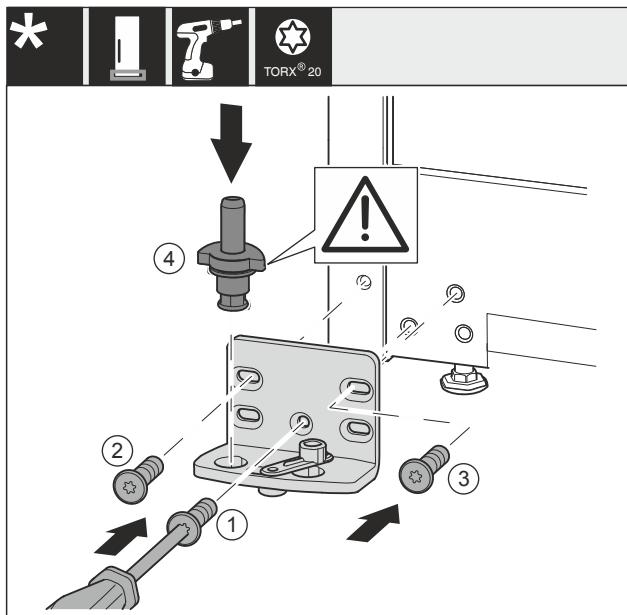

Fig. 37\*
- ▶ Coloque el soporte del cojinete en el otro lado y atorníllelo con un destornillador. Comience con el Fig. 37 (1) en la parte inferior central.\*
- ▶ Atornille el tornillo Fig. 37 (2) y el Fig. 37 (3).\*
- ▶ Inserte completamente los pernos del cojinete Fig. 37 (4). Asegúrese de que la leva de bloqueo apunte hacia atrás.\*